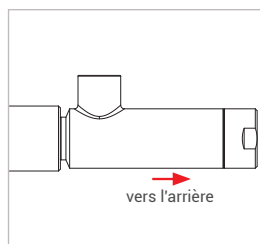

Figure 12
▶ Tirez légèrement sur le connecteur (flèche rouge Figure 12) dans le sens inverse du raccordement pour s'assurer de sa bonne fixation.